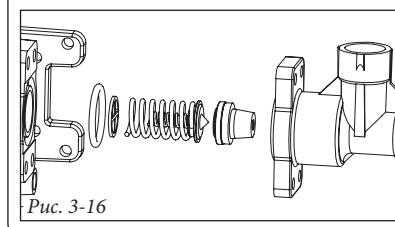
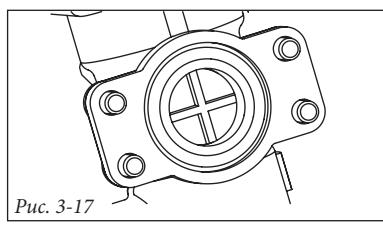

Рис. 3-16
Рис. 3-17
- вставьте клапан и большую пружину, обращая внимание на направление (Рис. 3-16), и убедитесь, что перфорированный диск направляющей пружины расположен правильно (Рис. 3-17).